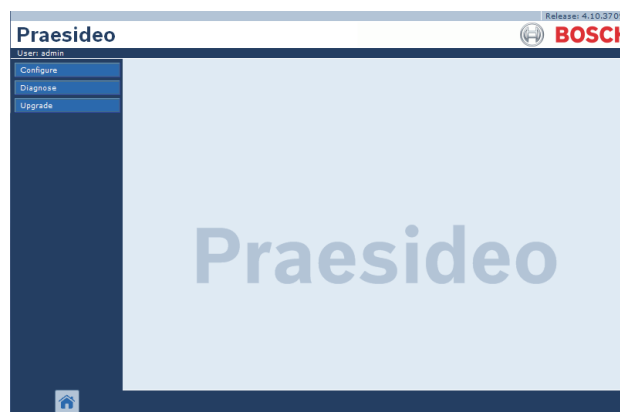

figura 37.8: Página inicial da interface da Web.
- 5 Introduza o nome de utilizador no campo *User Name* e a palavra-passe no campo *Password* e clique em *OK* para abrir a interface da Web. Aparece um ecrã semelhante ao da figura 37.8.